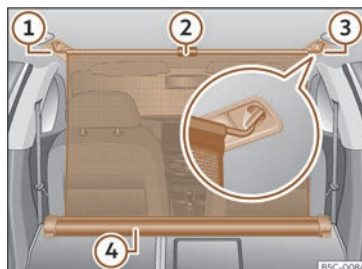

Abb. 194 Im Gepäckraum: eingehängte Netztrennwand bei vorgeklappter Rücksitzlehne.
- Ziehen Sie die Lasche >>> (Abb. 194) ② nach oben, um das Netz aus dem Gehäuse ④ zu nehmen.
- Hängen Sie das Trennnetz an der rechten oder linken Seite >>> (Abb. 194) ③ (vergrößerte Darstellung) ein.
- Hängen Sie das Trennnetz an der Aufnahme der anderen Seite >>> (Abb. 194) ① ein, indem Sie an der Stange ziehen.
Das Trennnetz ist richtig montiert, wenn die T-förmigen Enden sicher in den entsprechenden Aufnahmen >>> (Abb. 194) ③ und ① eingehängt sind.
- Rollen Sie das Trennnetz in das Gehäuse >>> (Abb. 194) ④ ein, indem Sie es mit der Hand nach unten ziehen.